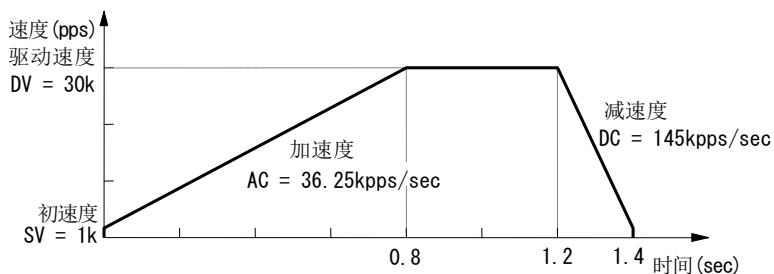
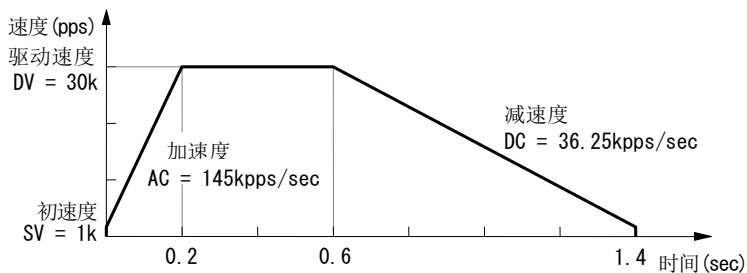

图 2.2-6 非对称直线加减速驱动（加速度 < 减速度）
图 2.2-7 非对称直线加减速驱动（加速度 > 减速度）
本 IC 在这种加速度与减速度不同的非对称直线加减速定量脉冲驱动中，也可自动减速。不需事先计算再设定手动减速点。图 2.2-6 为减速度比加速度大之实例、图 2.2-7 为加速度比减速度大之实例。于此类非对称直线加减速状态下，也是于 IC 内部计算出定量脉冲驱动之输出脉冲数，及根据各速度参数值算出自动减速开始点。
- 于非对称直线加减速驱动，加速度 > 减速度（图 2.2-7）的情况，加速度与减速度的比率需符合以下条件。
- 于非对称直线加减速驱动中，加速度 > 减速度（图 2.2-7）的情况，加速度 AC 与减速度 DC 的比率变得越大，拖拉脉冲会变多（AC/DC = 10 倍之最大 10 脉冲程度）。若拖拉脉冲造成问题时，可提升初速度，将加速计数器偏移设为负值等方式因应。
前述如图 2.2-6 所示的非对称直线加减速（加速度 < 减速度）相对位置驱动之参数设定如下。